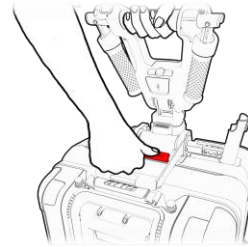

Figure 51
3. Halten Sie den Lenker mit einer Hand und drücken Sie mit der anderen Hand auf den zentralen Entriegelungsknopf, bis Sie ein Klicken spüren (siehe Abbildung 51).